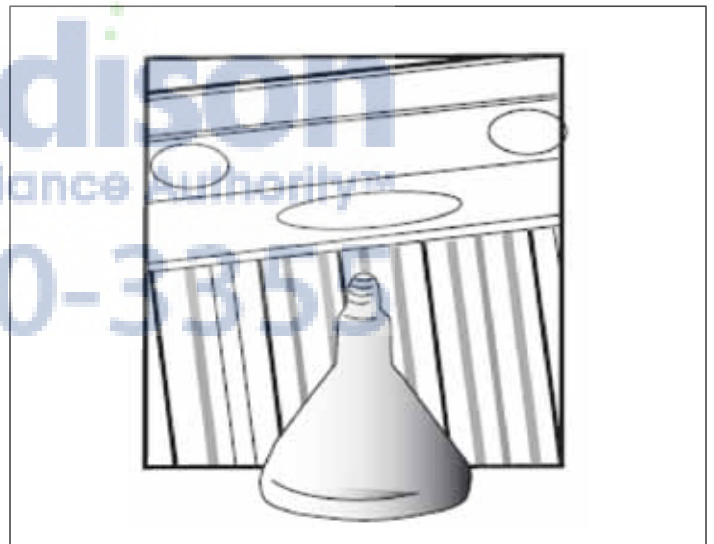

Figura 25: Heat Lamp Replacement
- Gire la bombilla en el sentido de las agujas del reloj para instalarla (Figura 25).